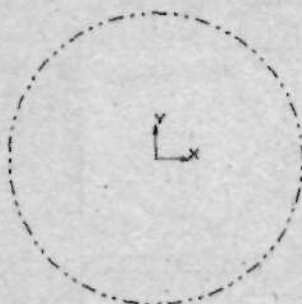

Рис. 2.17. Так выглядит окружность, построенная с использованием типа линии **Пунктир 2**
3. Чтобы применить изменения линии к выделенному объекту, щелкните по кнопке  (**Создать объект**), расположенной в левом верхнем углу **Командного меню**. Тогда созданная окружность будет выглядеть как на рис. 2.17.